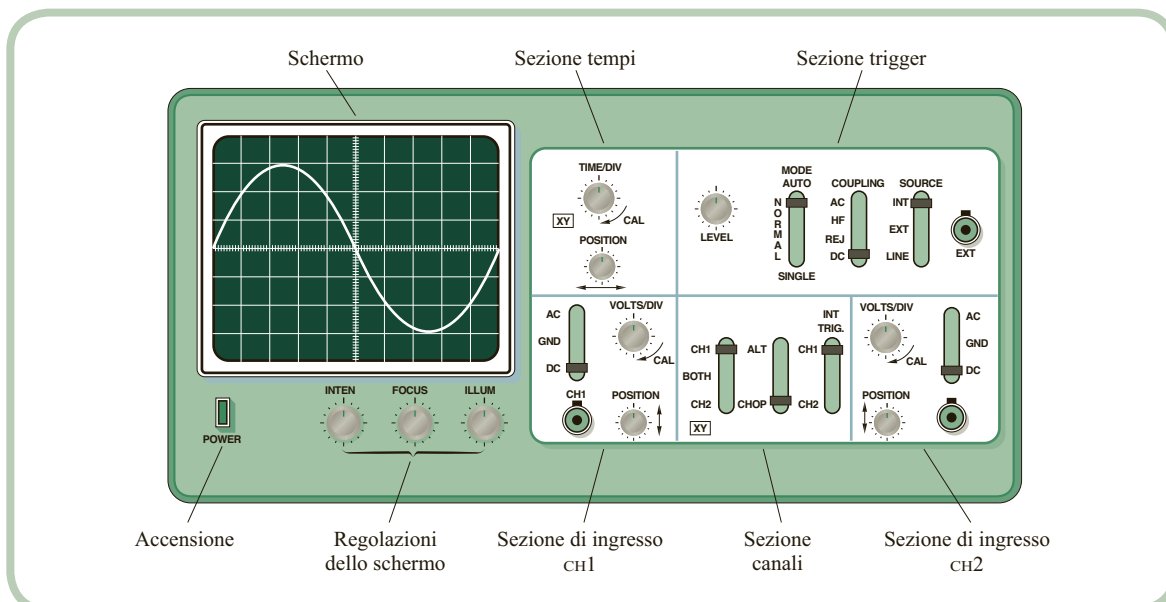

fig. S16
In fig. S16 è riportato il disegno del pannello frontale di un oscilloscopio tipico, in cui sono posti in evidenza i comandi e le regolazioni principali.
Sezione tempi. Essenzialmente è costituita da una manopola che consente di variare la scala dell'asse orizzontale. Nella posizione 0,1 ms/div, per esempio, una divisione corrisponde a 0,1 ms; pertanto si deduce che la forma d'onda del disegno di fig. S16 presenta un periodo pari a $10 \text{ div} \times 0,1 \text{ ms/div} = 1 \text{ ms}$ e quindi una frequenza di 1 kHz. Anche per la scala dei tempi per ottenere una misura corretta occorre che la manopola di regolazione fine sia in posizione CAL.
- La regolazione HOLD OFF, non indicata nel disegno di fig. S16, consente di variare l'intervallo fra una spazzolata e la successiva; essa viene usata per stabilizzare l'immagine di segnali particolari quali per esempio alcuni segnali digitali.
Selezione canali. In fig. S16 si notano, fra le due sezioni di ingresso, alcuni comandi per la selezione dei canali. Del selettore INT TRIG si è già detto in precedenza a proposito del segnale di trigger.